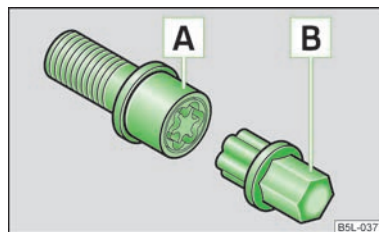

Fig. 112
- Coloque o adaptador **B** » Fig. 112 com o seu lado dentado, até ao batente, virado para o dentado interior do parafuso anti-roubo da roda **A**, de modo a que fique visível apenas o sextavado exterior » Fig. 112.